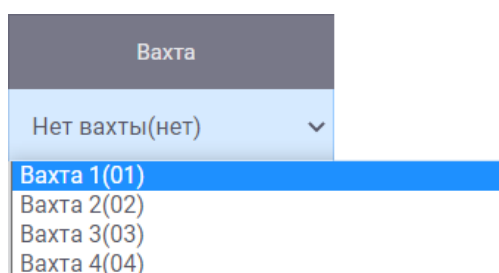

Рис. 175 – Поле «Вахта»
- **Вахта** – если в отчет необходимо выгрузить данные только за определенную вахту, то в раскрывающемся списке данного поля необходимо выбрать требуемую вахту (Рис. 175).